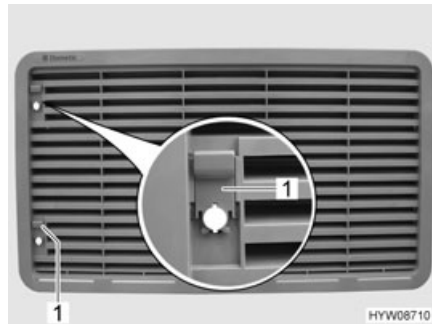

Fig. 104 Griglia di aerazione del frigorifero
- Spingere il cursore (Fig. 104,1) verso l'alto.